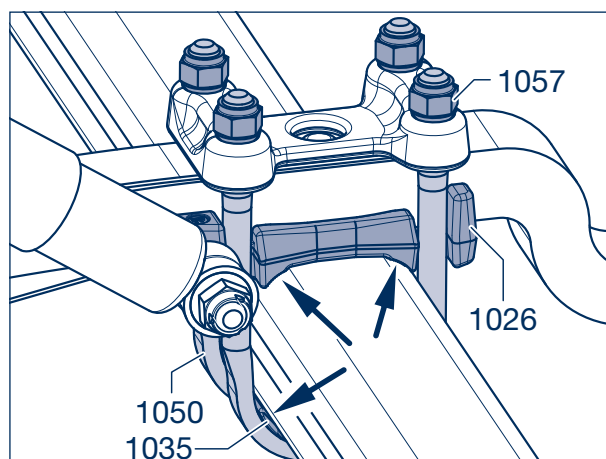

Figura 17
- ! [27] Serrare leggermente i dadi (1057, SW 32) - su ogni cavallotto (1050) - fino a quando tutti i componenti creano un contatto uniforme. (le piastre balestra (1026) e le mezze lune (1035) devono appoggiare negli angoli del corpo assale (Figura 17, frecce)).